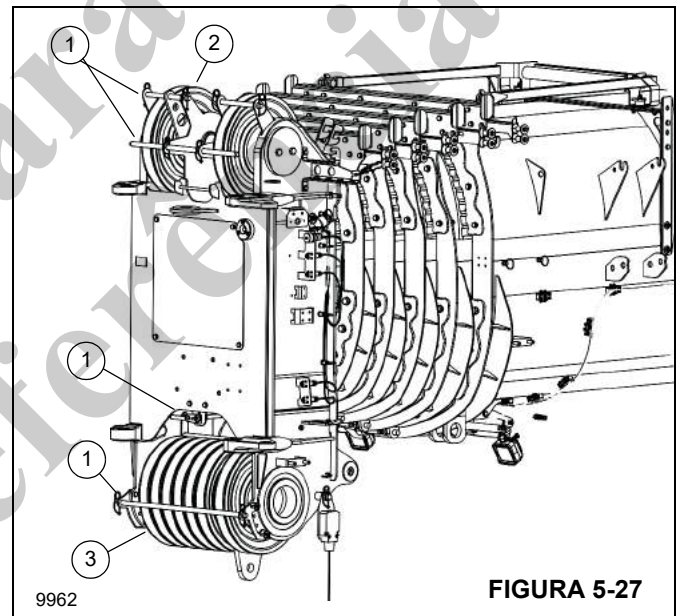

FIGURA 5-27
2. Remova as hastes de retenção (1, Figura 5-27).
3. Guie o cabo sobre a polia da extremidade superior da lança (2).
4. Guie o cabo sobre a polia da extremidade inferior da lança (3).
6. Reinstale todas as hastes de retenção (1) e prenda com grampos de retenção.
1. Remova as hastes de retenção (1, Figura 5-27).
3. Retire o cabo de elevação da polia da extremidade superior da lança (2) e coloque-o no chão do lado esquerdo. Enrole o cabo de elevação no tambor do guincho.